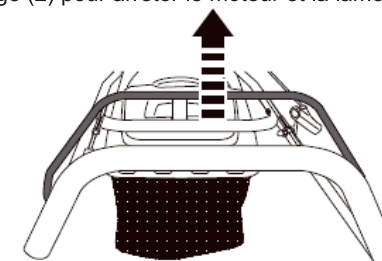

Fig. 19
Relâcher la barre de freinage (2) pour arrêter le moteur et la lame (Fig. 19).